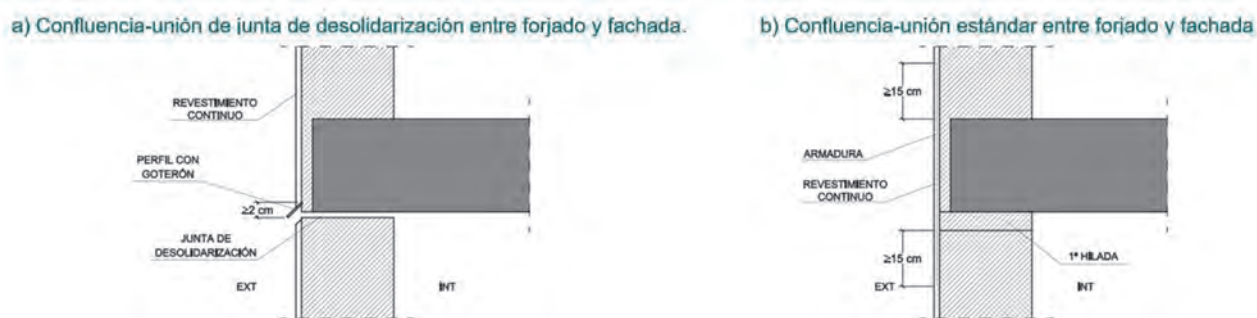

Figura 4: esquemas de los dos formatos posibles para la confluencia-unión entre las fachadas de fábrica y los forjados.
2) Cuando la hoja principal esté interrumpida por los forjados⁽⁵⁾ y exista revestimiento exterior continuo, debe adoptarse una de las dos soluciones siguientes (ver figura 4):